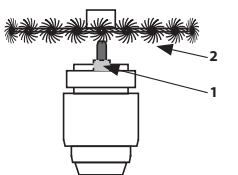

Abb. 13C
- Winkelschleifer für Scheibendurchmesser 115 mm oder 125 mm können für Topfbürsten mit Durchmesser 65 mm eingesetzt werden. Topfbürsten mit größerem Durchmesser sind zu schwer für diese Winkelschleifer, wodurch hohe Schwingungen entstehen, die den Schleifer beschädigen. Topfdrahtbürsten mit Durchmesser 75 oder 80 mm sind für die Scheiben mit Durchmesser 150 mm und Topfdrahtbürsten mit Durchmesser 100 mm sind für die Winkelschleifer für Scheiben mit Durchmesser 230 mm bestimmt. Der maximal zulässige Durchmesser der Bürstenscheibe für 115-mm-Winkelschleifer beträgt 100 mm. Bei 125-mm-Winkelschleifern 115 mm und bei größeren Winkelschleifern 125 mm. Montieren Sie die Bürstenscheibe wie in Abbildung 13C gezeigt auf den Winkelschleifer und ziehen Sie sie bei blockierter Spindeldrehung mit dem Montageschlüssel fest. Die Bürstenscheiben werden ohne Unterlegscheiben auf die Spindel des Winkelschleifers geschraubt.